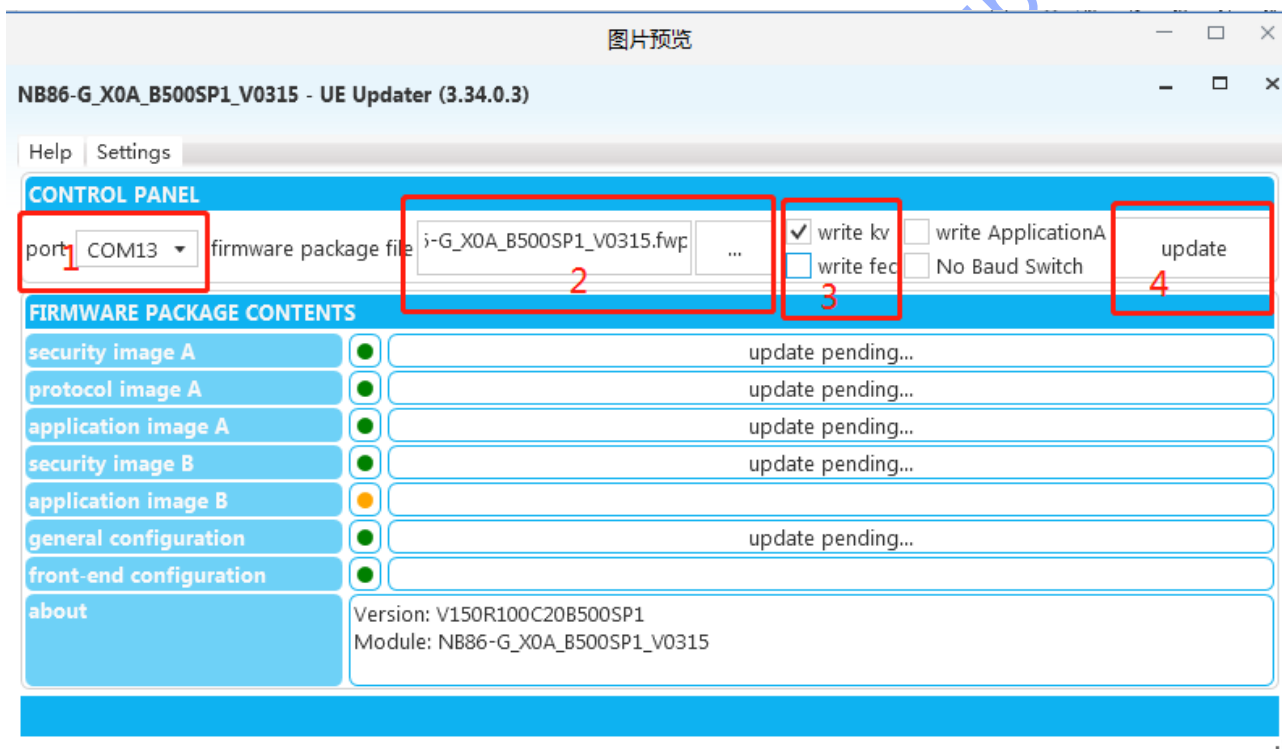

图 3-4 UEUpdaterUI 软件配置界面
1、打开 UEUpdaterUI 软件，配置相关信息如图 3-4.